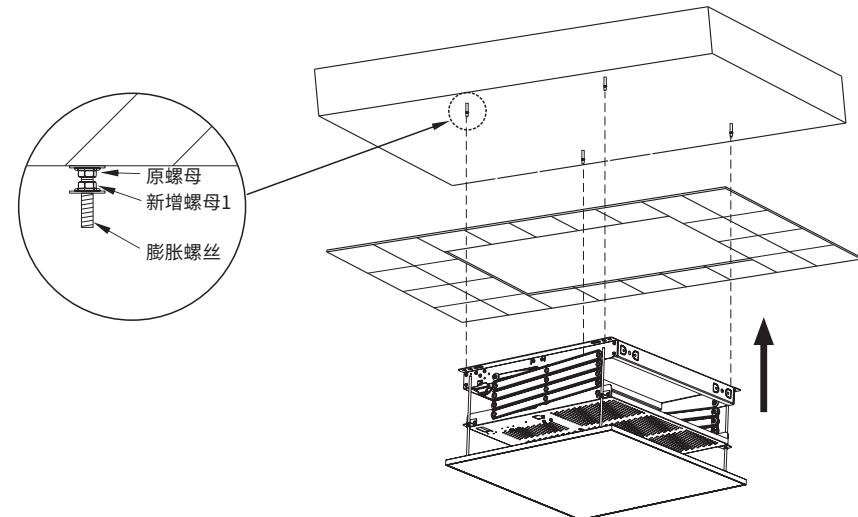

图7
4. 在每颗膨胀螺丝上另外再各加一颗M8螺母(非附件)，并拧到靠上面的位置（图7）；